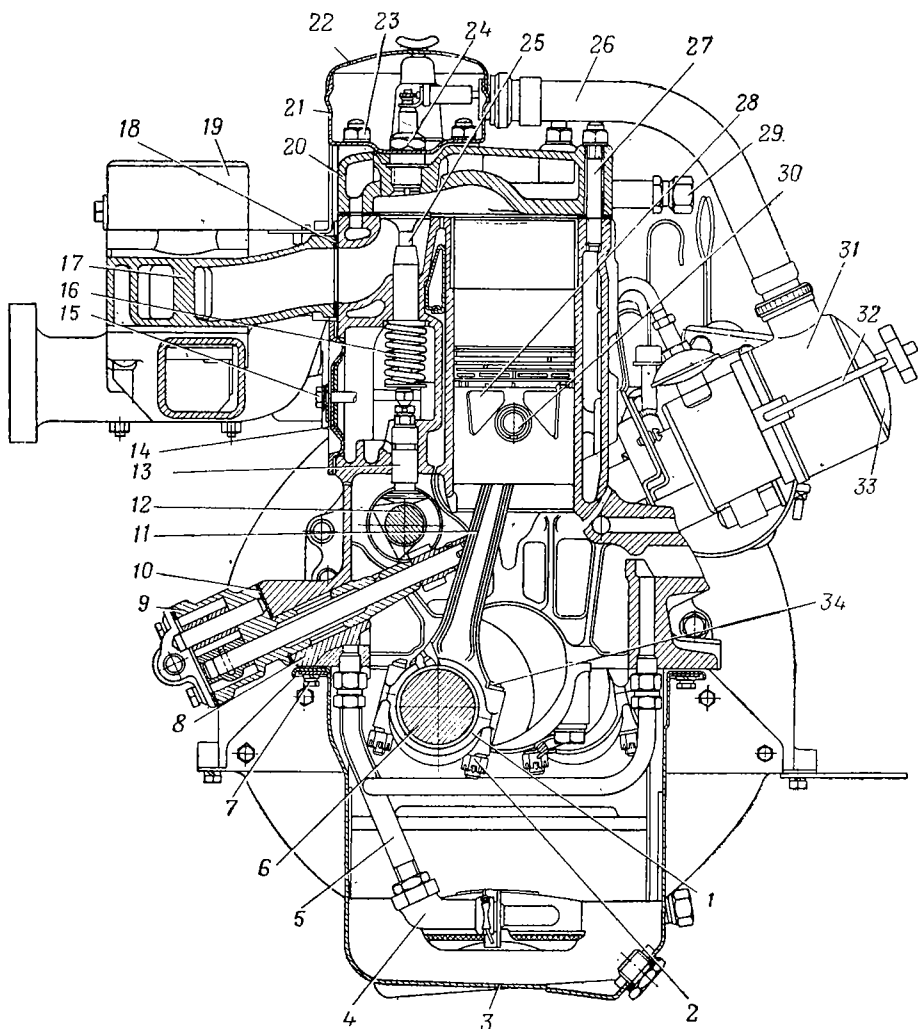

Рис. 48. Двигатель (поперечный разрез):
38. Вставить приемник термометра охлаждающей жидкости в штуцер 29 (рис. 48) головки блока и закрепить гайкой.
4. Поставить коленчатый вал 6 (рис. 48) двигателя в положение, соответствующее верхней мертвой точке хода сжатия в первом цилиндре.
4. Покрыть уплотнительную прокладку масляного насоса 9 (рис. 48) тонким слоем сурика или белил и установить на блок цилиндров. Вставить масляный насос в отверстие блока цилиндров так, чтобы фланец насоса был правильно расположен по отношению к фланцу прилива блока цилиндров, а шестерня не задевала за стенки отверстия в блоке. Закрепить масляный насос болтами с пружинными шайбами.
2. Вывернуть болты 7 (рис. 48), снять масляный картер 3 (поддон).
9. Затянуть гайки 2 (рис. 48) болтов 34 всех шатунов, законтрить их контргайками или зашплинтовать шплинтами (см. технические требования, п. д).